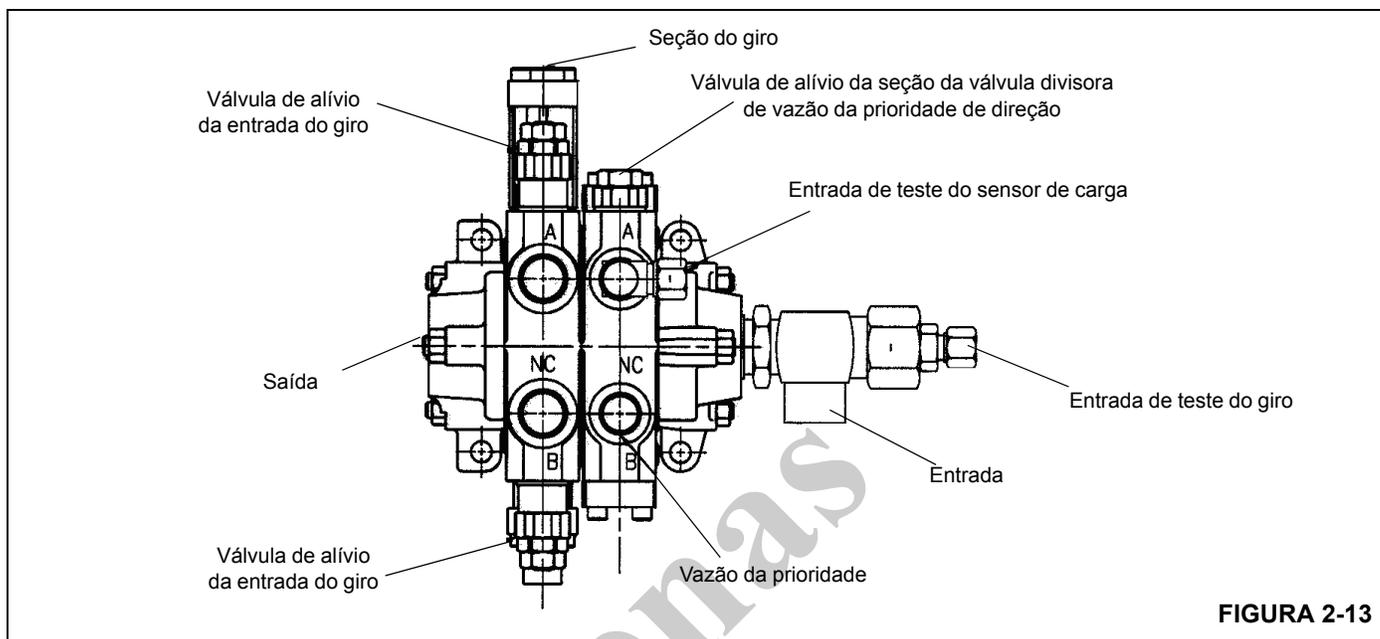

FIGURA 2-13
2. Dê partida no motor e acelere até 1000 rpm. Gire totalmente o volante da direção até a posição LOCK (TRAVAR) e ajuste o alívio da seção da válvula divisora de fluxo prioritário de direção para $17,2 \pm 0,4$ MPa (2500 psi ± 50 psi) (Figura 2-13).
2. Com o freio de giro ligado e o motor em rotação máxima, gire para a esquerda e ajuste o alívio de giro do orifício "A" para $12,1 \pm 0,4$ MPa (1750 ± 50 psi) (Figura 2-13).
3. Com o freio de giro ligado e o motor em rotação máxima, gire para a direita e ajuste o alívio de giro do orifício "B" para $12,1 \pm 0,4$ MPa (1750 ± 50 psi) (Figura 2-13).